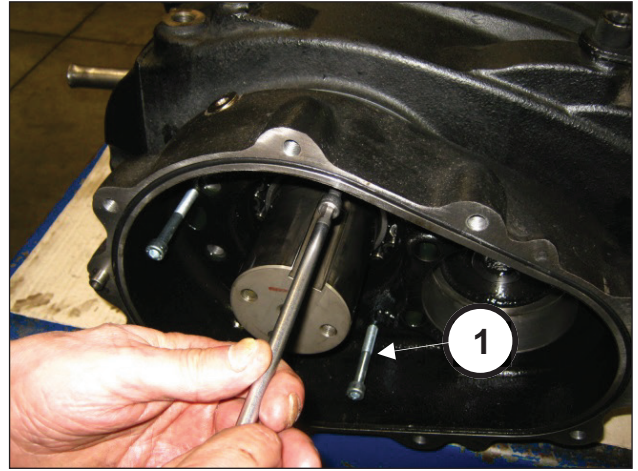

Fig. 23
Colocar 3 tornillos prisioneros o tornillos roscados M8 (pos. ①, Fig. 23) para utilizarlos como extractores, en los orificios correspondientes.